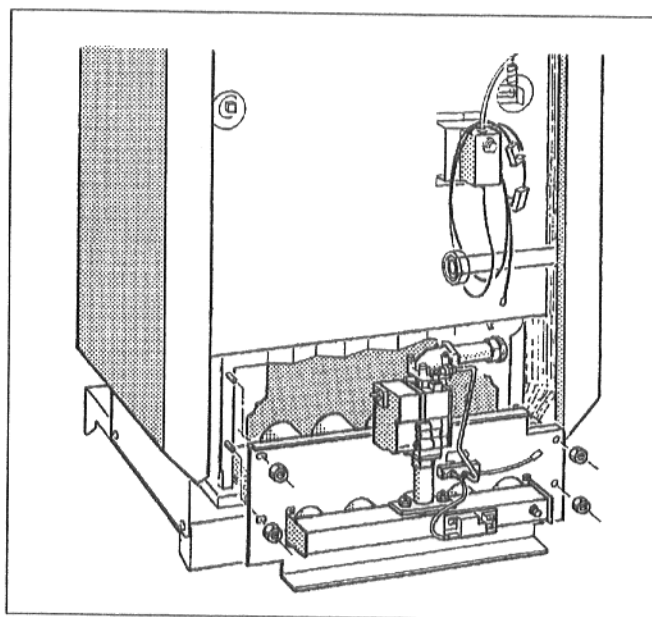

Рис. 30: Демонтаж газовой горелки
- Ослабить крепежные гайки на щите горелки и вынуть газовую горелку (Рис. 30).